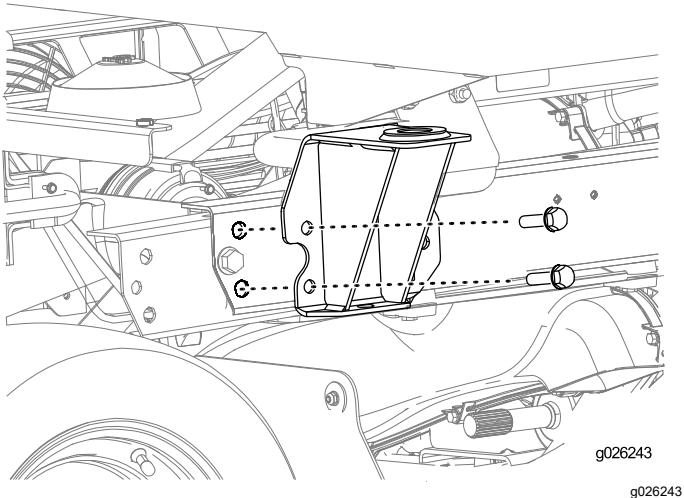

Figura 25
1. Instale los soportes traseros en la máquina (Figura 25) usando las fijaciones retiradas del ROPS en Retirada del conjunto del ROPS \(página 6\).